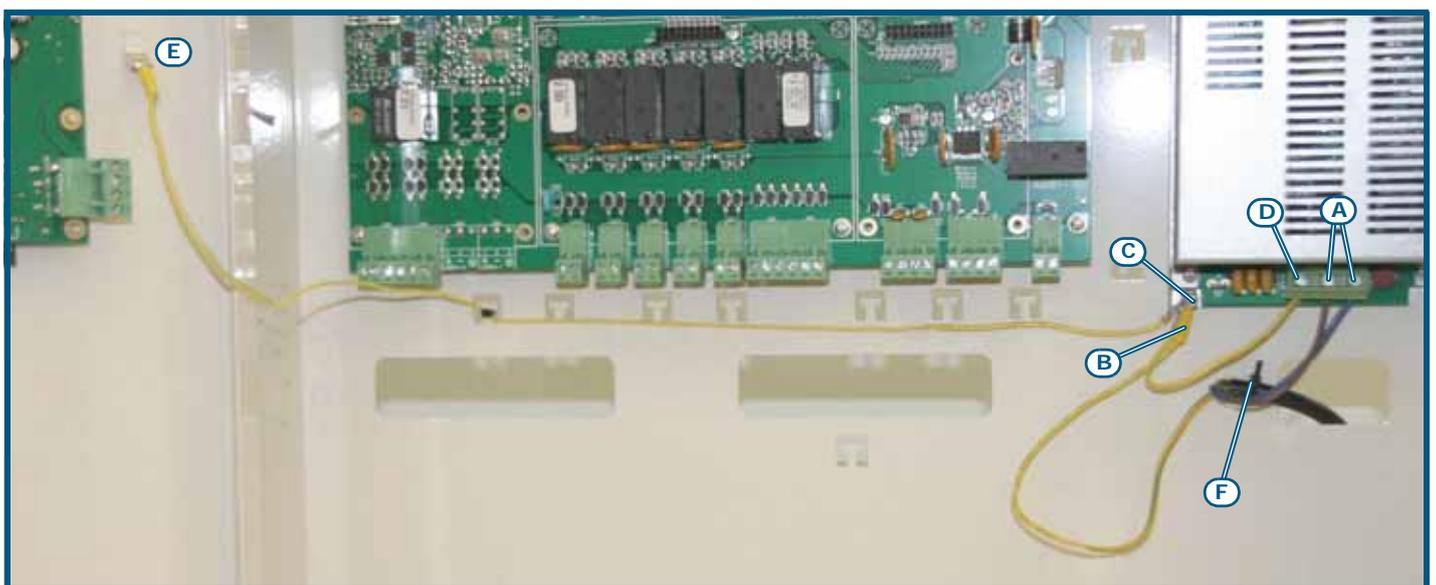

Figura 28 - Conexión de tierra
1. Conectar la alimentación de red a los terminales del módulo alimentador (párrafo 4.4 - [A] y Figura 28 - Conexión de tierra, [A]).